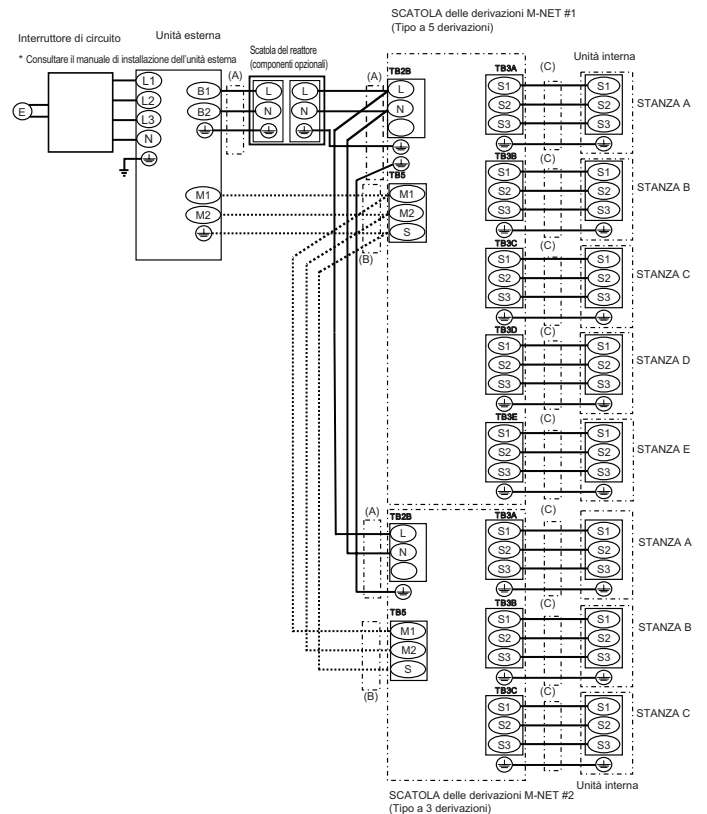
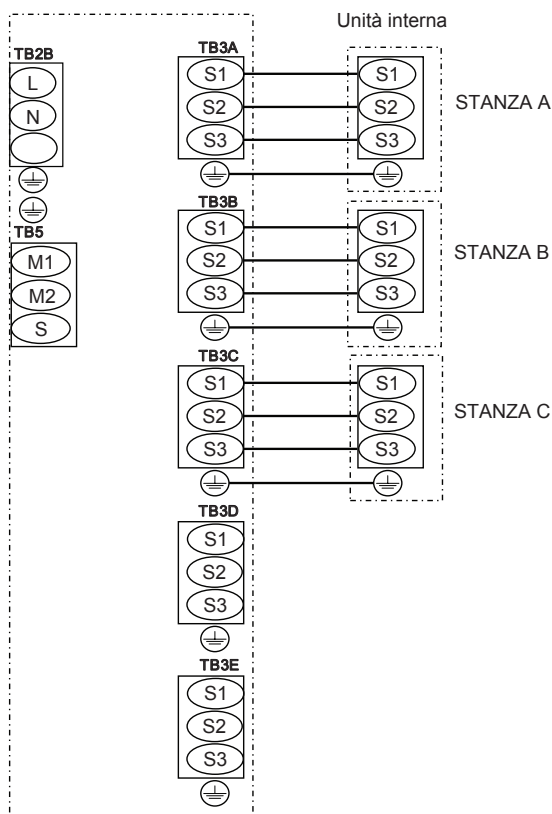

Fig. 8-8
Fig. 8-9
3. Collegare saldamente ogni cavo all'idonea morsettiere. (Fig. 8-8)
## 8.2. Procedura di cablaggio esterno (Fig. 8-8, Fig. 8-9)